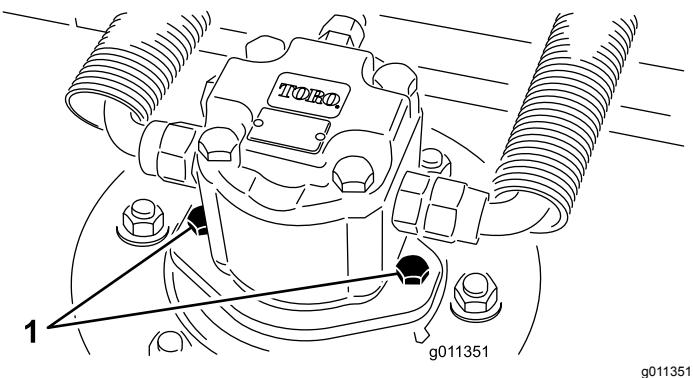

Рисунок 81
- Отсоедините и снимите гидромотор с деки (Рисунок 81). Накройте верхнюю часть шпинделя для предотвращения загрязнения.
- Установите гидромотор на деку (Рисунок 81). Убедитесь в том, что уплотнительное кольцо находится в штатном положении и не повреждено.